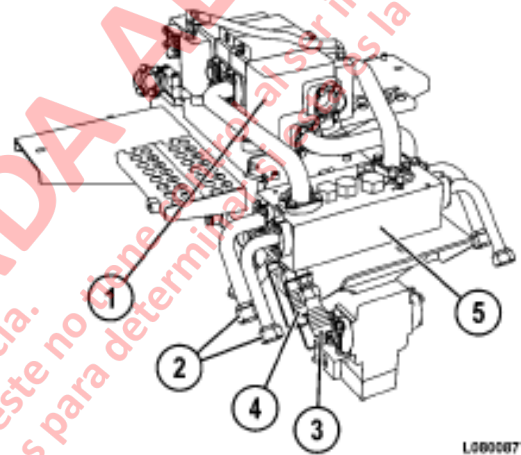

FIGURA 3-21. MÓDULO DE LA BOMBA, MANGUERA DE CONEXIÓN
En el siguiente ejemplo, figura 3-21 muestra una conexión típica del camión bueno. El camión fallado puede ser el mismo modelo de camión o de un modelo diferente de camiones Komatsu.
2. Con el camión bueno estacionado tan cerca como sea posible del camión fallado, conecte una manguera de desconexión rápida de **potencia arriba** (4, figura 3-21) al circuito de **potencia abajo** del camión dañado. La manguera debe tener capacidad para soportar 17 000 kPa (2.500 psi) o mayor presión.